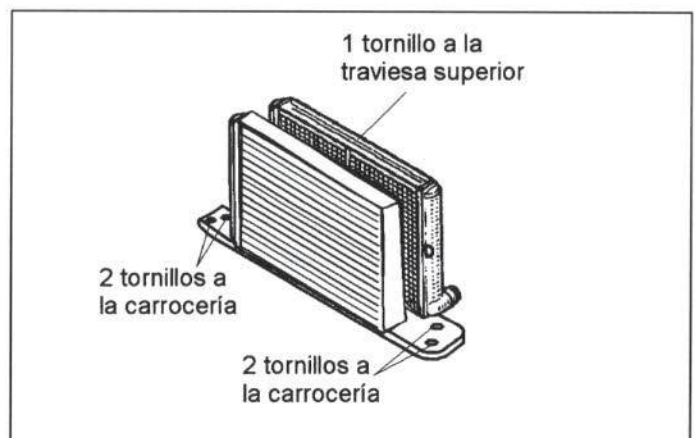

Figura 53.- Unión del conjunto radiador-condensador.
En la figura 53 puede observarse la unión del conjunto radiador-condensador con el resto del vehículo.
- Radiadores junto con la travesía inferior (figura 53).